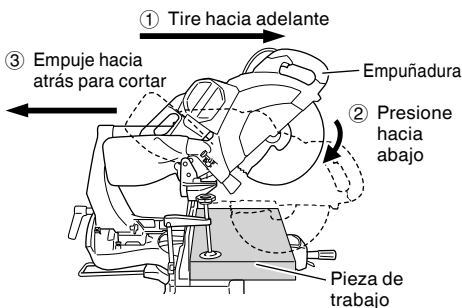

Fig. 28
Después presione hacia abajo la empuñadura y deslice la hoja de sierra hacia atrás para cortar la pieza de trabajo como se indica en la Fig. 28. Esto facilitará el corte de piezas de trabajo de hasta 4-3/16" (107 mm) de altura y 12-1/4" (312 mm) de anchura.
- ⚠ ADVERTENCIA:** \* Para el corte deslizable, siga los procedimientos indicados en la Fig. 28 anterior.